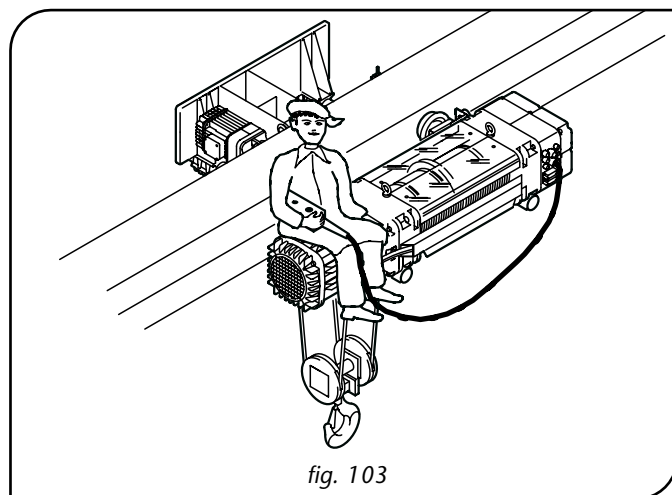

fig. 103
- Pendant la commande du palan et/ou du chariot, il est interdit d'y être assis ou debout (fig. 103).